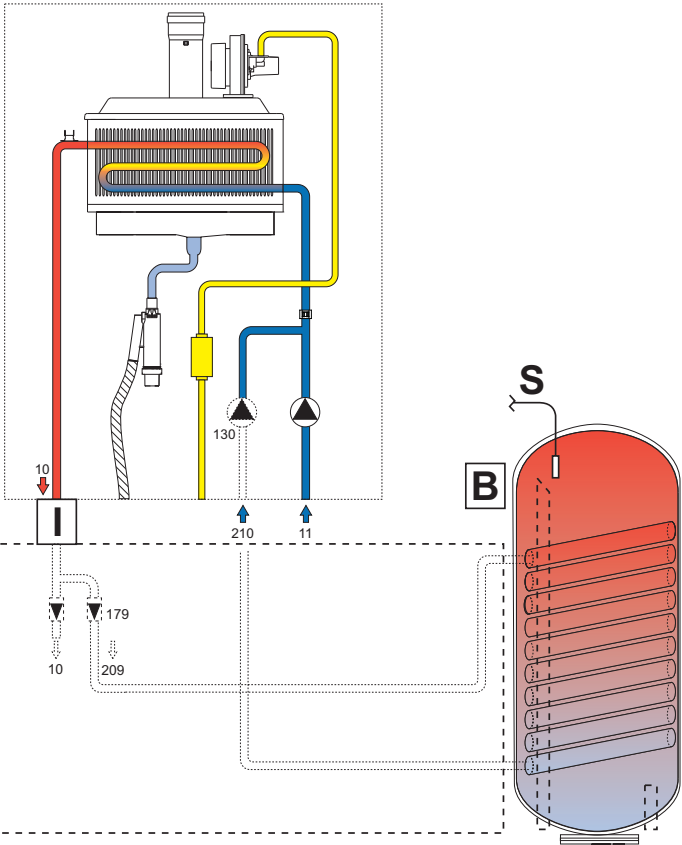

fig. 15 - Kit de conexión para el calentador
Para la conexión a un calentador externo está disponible el kit opcional -. El kit, formado por bomba de circulación (ref. 130 - fig. 15), sonda para el calentador (ref. S - fig. 15) y conexiones hidráulicas, se monta dentro de la caldera como indican las instrucciones incluidas en el propio kit. Conectar luego a los empalmes de la caldera.